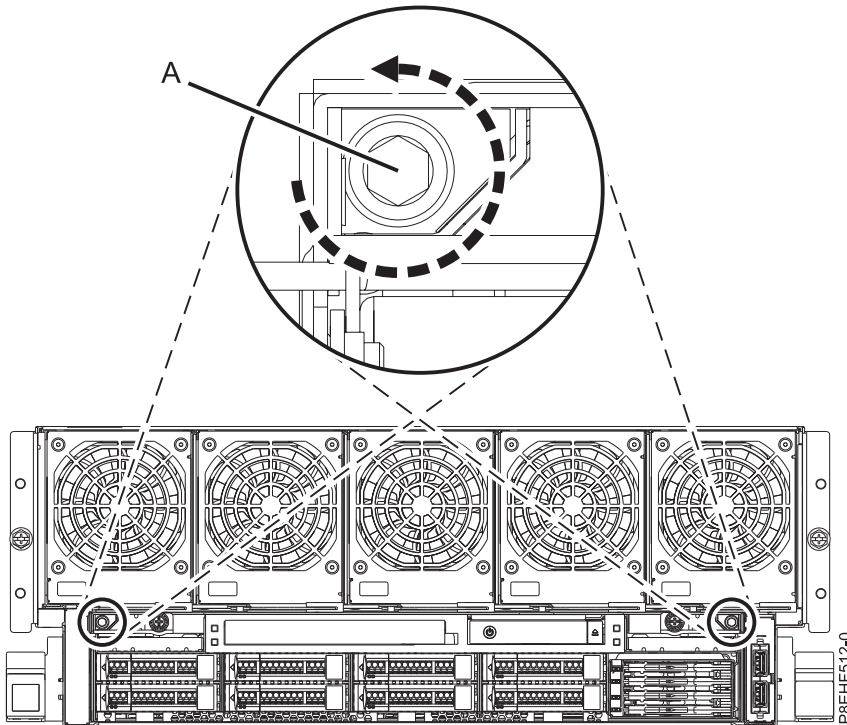

Figure 2. Desserrage des vis de transport
2. Desserrez, mais ne retirez pas, les vis de transport encastrées (A) dans l'assemblage RAID à l'aide d'une clé Allen 4 mm, comme indiqué dans la figure 2.